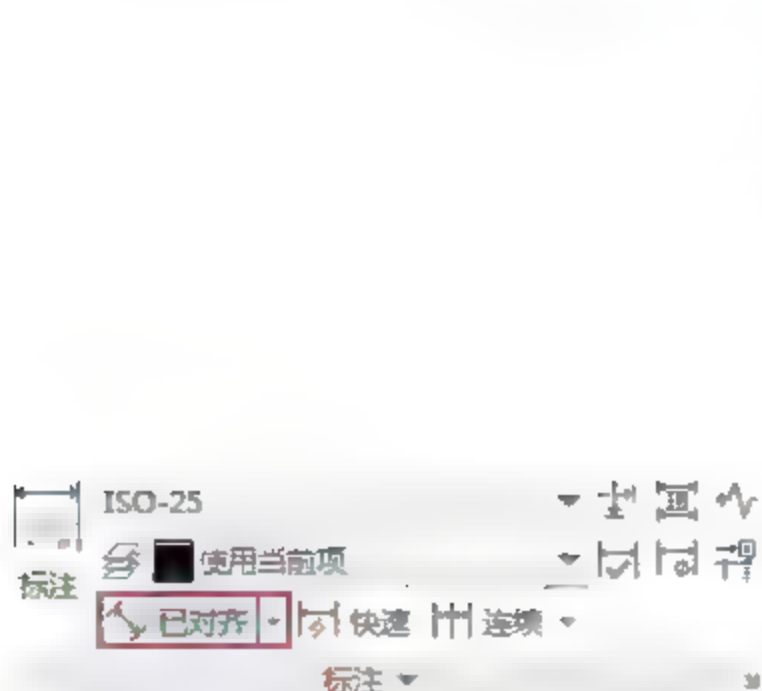

图5-58 单击按钮
- 【注释】选项卡：在【注释】选项卡中，单击【标注】面板中的【已对齐】按钮，如图5-58所示。